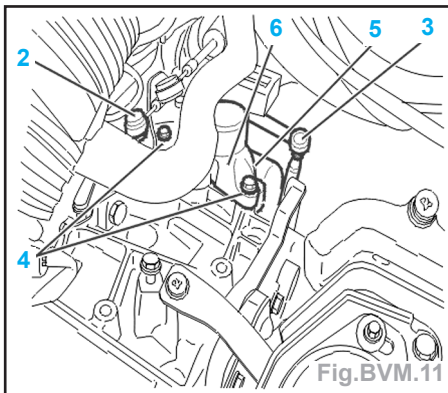

Fig. BVM.11
- Désaccoupler (Fig. BVM.11) :
- la biellette de passage (2),